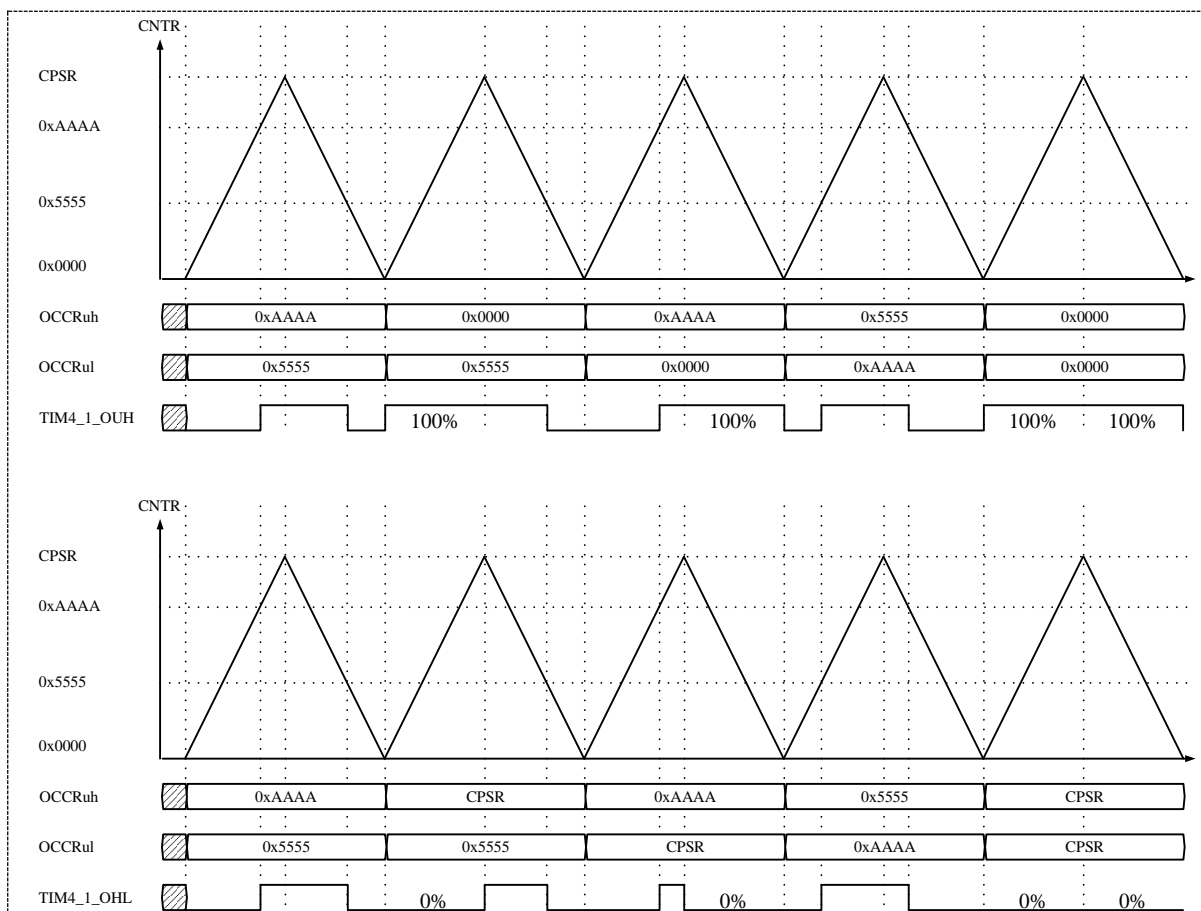

图 15-7 三角波模式波形输出例
2) 下图 15-7 是三角波计数模式下的比较输出模块的波形输出示例。